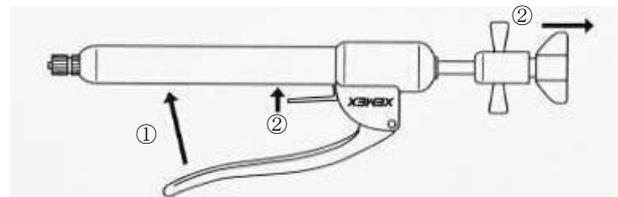

図6：
- 2) 碎石は、①ハンドルのグリップレバーを握るか、②リリースレバーを押したままローテーターを引き出すことにより行えます。(図6)